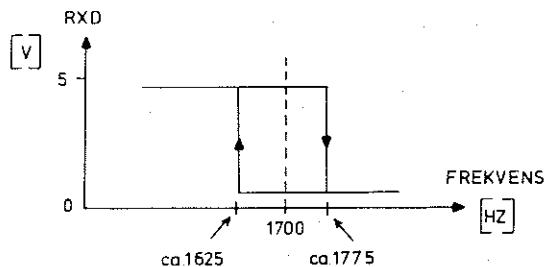

Fig. 3. Frekvens vs. RxD-signal; ved trimming af tonemodtager bør det viste forløb igagttages.
6. P1 justeres således at dette DC-skift optræder symmetrisk omkring 1700 Hz. Dette skitseres i fig. 3.